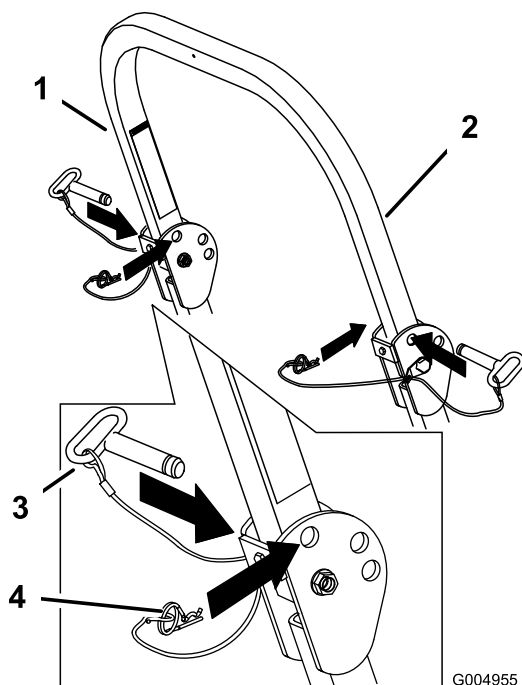

Figura 7
1. Retire los pasadores de horquilla y retire los dos pasadores (Figura 7).
3. Instale los dos pasadores y fíjelos con los pasadores de horquilla (Figura 7).
- Para elevar la barra anti-vuelco, retire los pasadores de horquilla y retire los dos pasadores (Figura 7).
- Eleve la barra anti-vuelco a la posición vertical, instale los dos pasadores y fíjelos con los pasadores de horquilla (Figura 7).